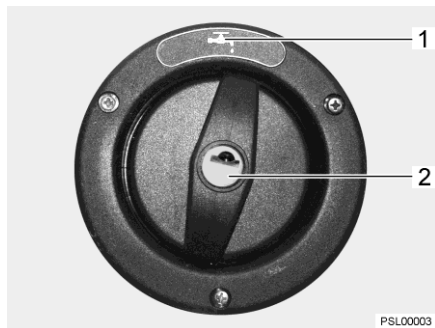

Fig. 85 Tapa de cierre para el tubo de llenado de agua potable
El tubo de llenado de agua potable está identificado con el símbolo "llave" (Fig. 85,1). La tapa de cierre se abre o cierra con la llave para las cerraduras de trampilla exteriores.
- Introducir la llave en el cilindro de cierre (Fig. 85,2) y girarla un cuarto de vuelta en sentido contrario a las agujas del reloj.
- Abrir el tubo de llenado de agua potable (Fig. 85).